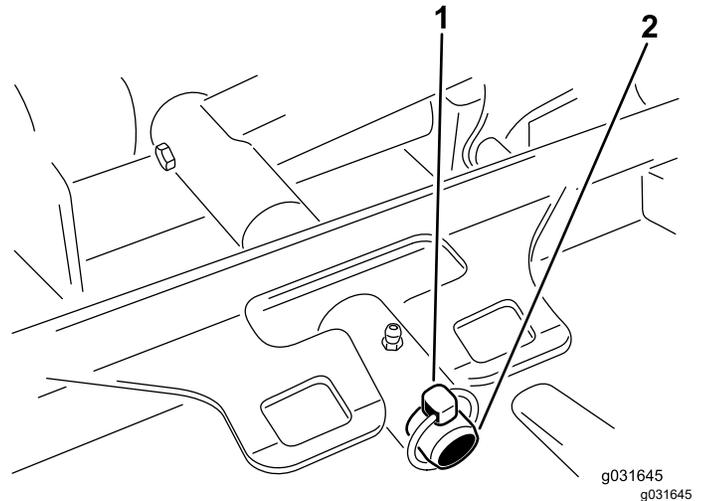

Bild 67
3. Entfernen Sie den Klappstecker oder die Befestigungsmutter, mit der der Mähwerkträgerrahmen am Hubarm-Lagerbolzen befestigt ist (Bild 67).
3. Schieben Sie den Mähwerkträgerrahmen auf den Lagerbolzen des Hubarms und befestigen ihn mit dem Klappstecker oder der Befestigungsmutter (Bild 67).